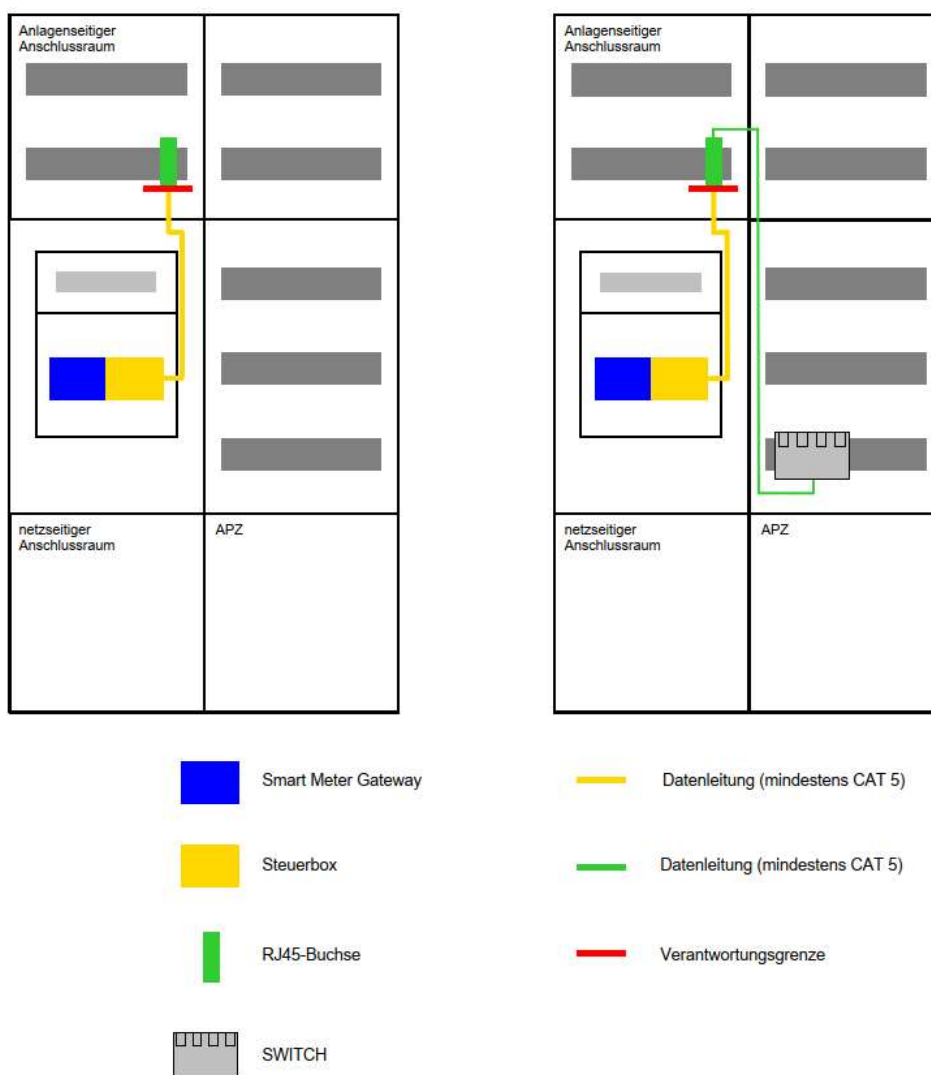

Abbildung 3-1: links: Steuerung über eine digitale Schnittstelle; rechts: Vervielfältigung der digitalen Schnittstelle bei Direktansteuerung
- (1) Abbildung 3-1: links: Steuerung über eine digitale Schnittstelle; rechts: Vervielfältigung der digitalen Schnittstelle bei Direktansteuerung
In Abbildung 3-1 ist die Kommunikation zur Steuerung über eine digitale Schnittstelle dargestellt. Mit einem SWITCH lassen sich mehrere Einzelsteuerungen von steuVE über eine digitale Schnittstelle realisieren.